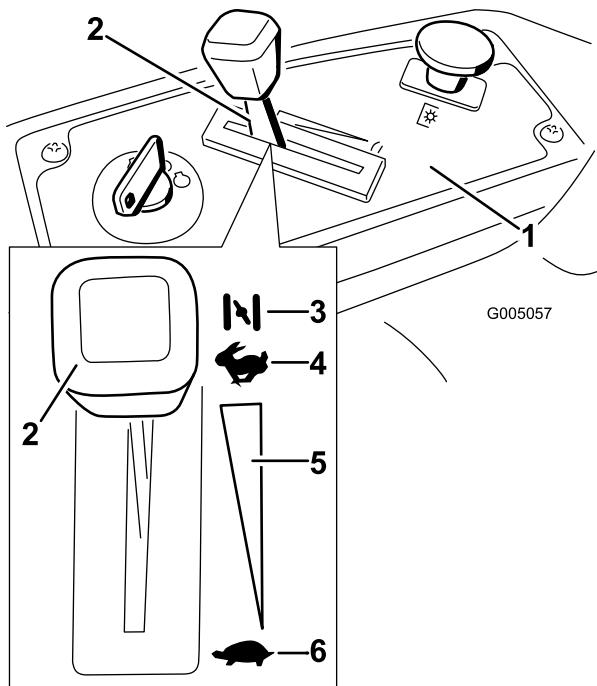

Figure 11
- Placez la manette d'accélérateur en position Starter pour démarrer à froid (Figure 11).
5. Lorsque le moteur a démarré, amenez progressivement la manette d'accélérateur en position de Haut régime (Figure 11). Si le moteur cale ou hésite, ramenez la manette d'accélérateur en position de starter pendant quelques secondes. Répétez l'opération si nécessaire.
3. Tournez la clé de contact à la position contact coupé (Figure 11) et enlevez-la.